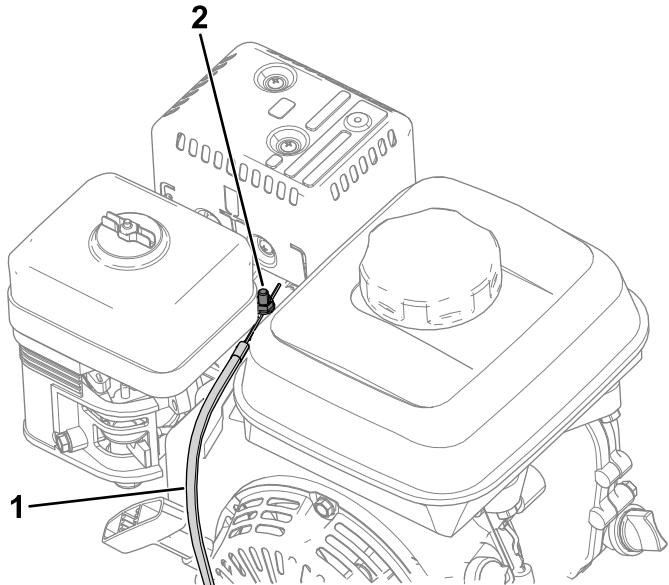

Figure 35
4. Desserrez la vis de serrage de la gaine du câble (Figure 35).